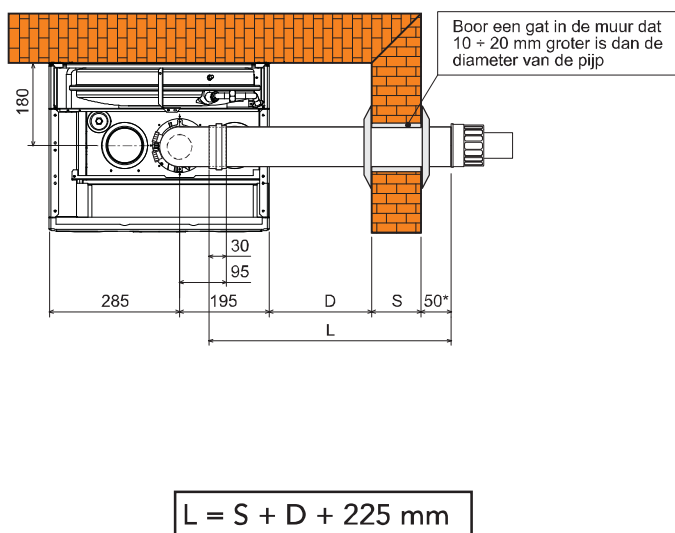

afb. 11a
4. Zaag het eindstuk van de pijp zo nodig op maat en bedenk daarbij dat de externe pijp 10 - 60 mm uit de muur moet steken (afb. 11a en 11b). Verwijder de braam.